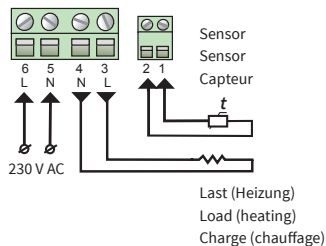

Abb. 1 / Fig. 1 / fig. 1
Die Anschlussleitung von Heizkreis oder Heizmatte ist an die Klemmen 3 und 4 anzuschließen; der gelb-grün ummantelte Erdungsdraht ist über eine externe Anschlussklemme (nicht im Lieferumfang enthalten) mit der Schutzerdungsleitung (PE) zu verbinden (Abbildung 1).
The heating element installation wires are to be connected to terminals 3 and 4; the screening braid output (yellow-green wire) – to the protective earthing (PE) line via the external terminal contact (not included in the scope of delivery) (Figure 1).
Les fils d'installation des éléments chauffants doivent être connectés aux bornes 3 et 4; la sortie de la tresse de blindage (fil jaune-vert) - vers la ligne de terre de protection (PE) via le contact terminal externe (non compris dans la livraison) (figure 1).